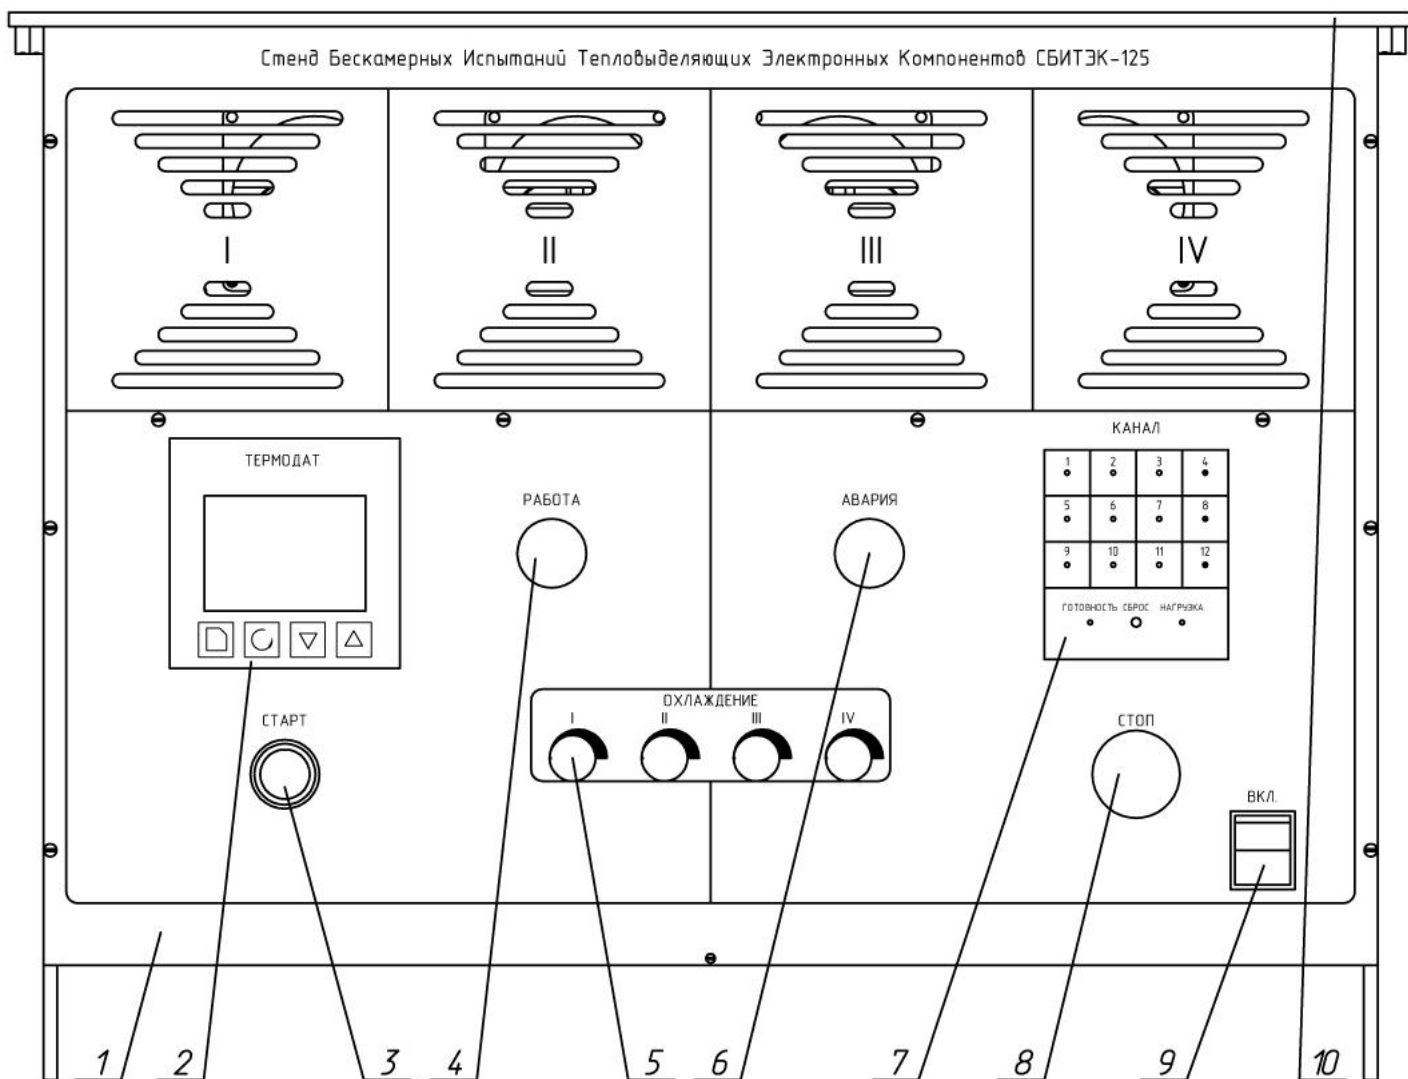
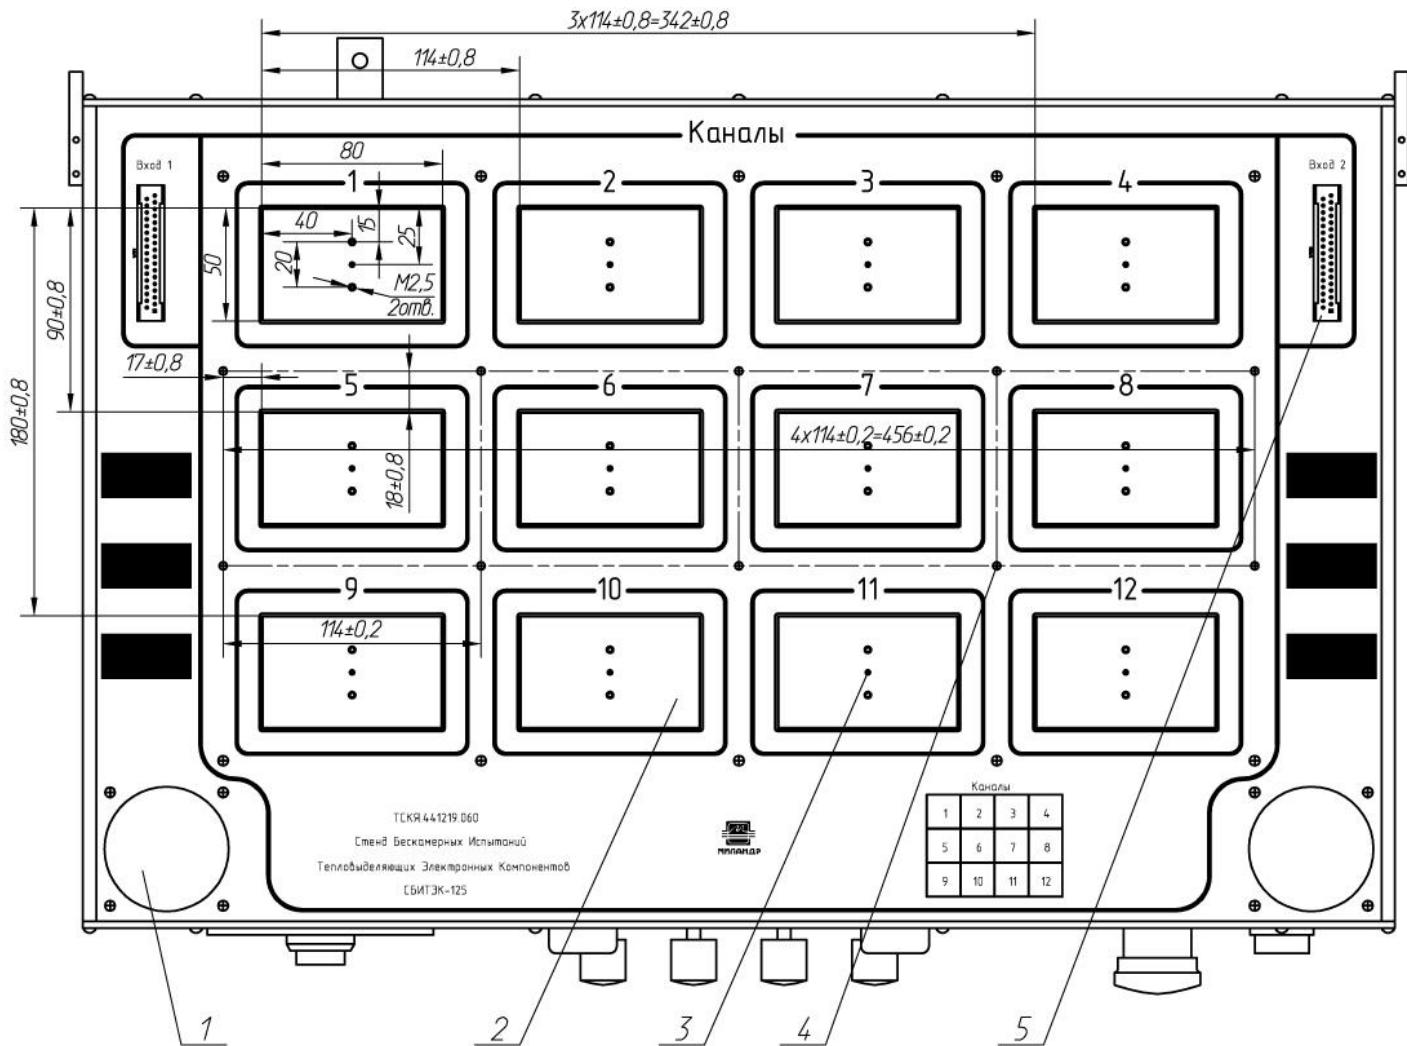
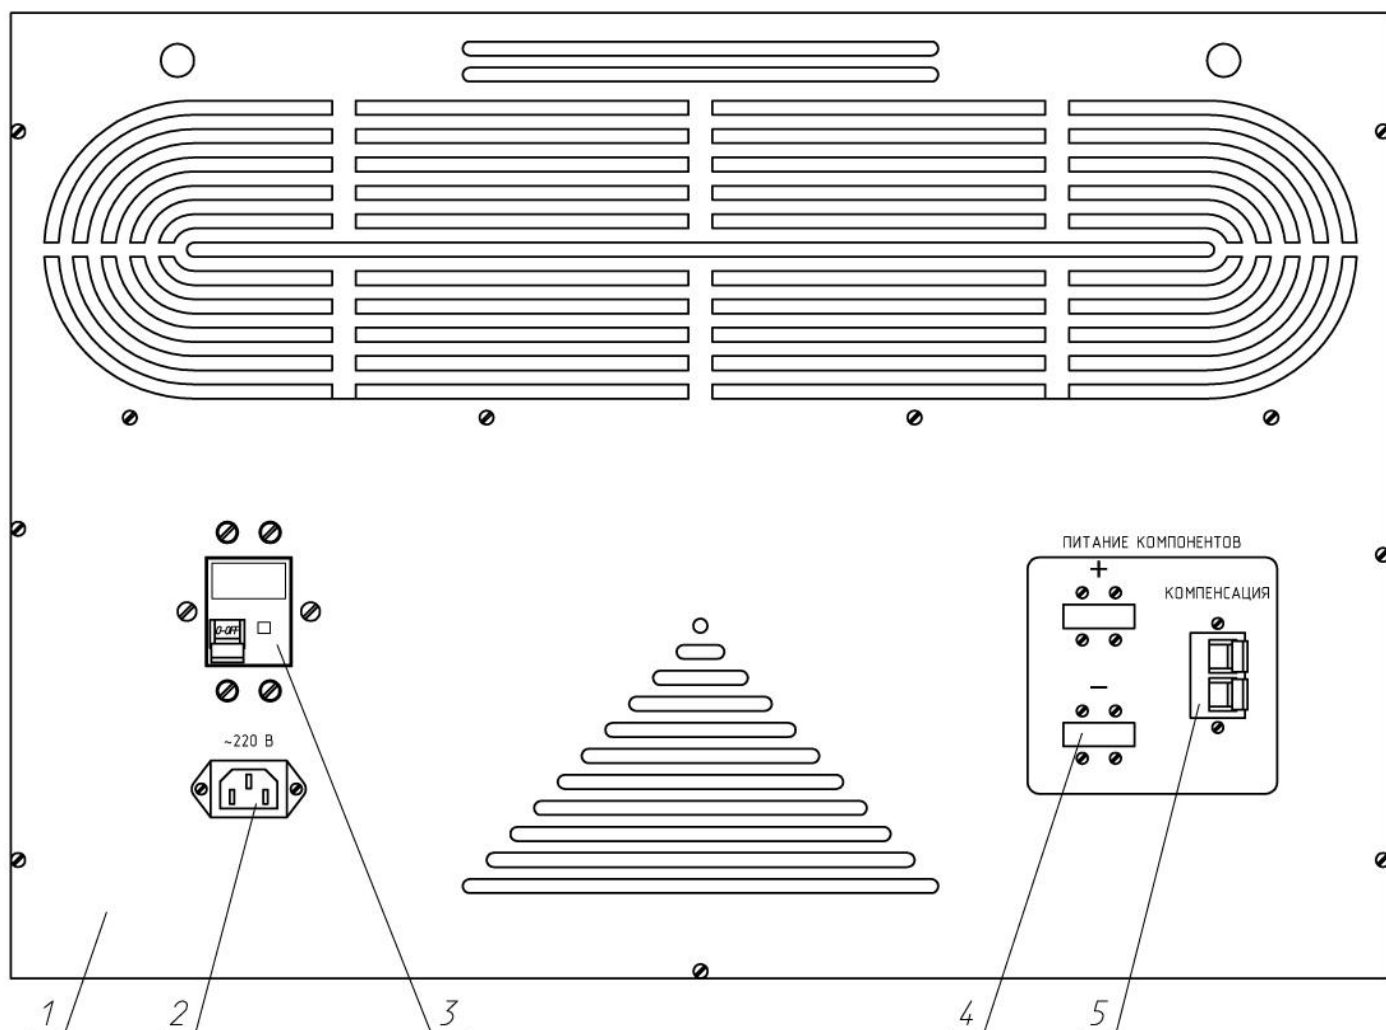

Рис.1. Стенд бескамерных испытаний тепловыделяющих электронных компонентов СБИТЭК-125. Лицевая панель.
Рис.2. Стенд бескамерных испытаний тепловыделяющих электронных компонентов СБИТЭК-125. Область загрузки.
Рис. 3 Стенд бескамерных испытаний тепловыделяющих электронных компонентов СБИТЭК-125. Задняя панель.
На лицевой панели стенда (рис.1) располагаются устройства регулирования, контроля и индикации стенда. Область загрузки (рис.2) представляет собой плоские поверхности рабочих зон соответствующих каналов с резьбовыми отверстиями, предназначенными для закрепления электронных компонентов. Для предотвращения термических ожогов от рабочих зон каналов предусмотрена защитная крышка 10 (рис.1), закрывающая сверху область загрузки. Подключение стенда к электрической сети и питание электронных компонентов осуществляется через соответствующие разъёмы на задней панели устройства (рис.3).
- 1) при подключении стенда к электросети ~220V, включении дифференциального автоматического выключателя рис.3 поз.3 в положение “ON”. Лампа сигнализирует о некорректном включении вилки кабеля ~220В стенда в сеть, рекомендуется перевернуть сетевую вилку в розетке;
- 2) при подключении стенда к электросети ~220V, включении дифференциального автоматического выключателя рис.3 поз.3 в положение “ON” и включении переключателя “ВКЛ” в положение “Г”. Лампа сигнализирует об отсутствии процесса регулирования каналов. Для запуска процесса регулирования необходимо нажать кнопку “СТАРТ”;
4.2.2 На лицевой панели области загрузки установлены два вентилятора (поз. 1), предназначенные для охлаждения верхней крышки. При включении дифференциального автоматического выключателя рис.3 поз.3 в положение “ON” вентиляторы начинают вращаться.
4.4.1 Для управления температурой рабочей зоны канала, каждый канал имеет нагревательные элементы, управляя которыми, происходит процесс регулирования. Процесс регулирования осуществляется по показаниям термопары поз.3 рис.2. Охлаждение каналов происходит естественной конвекцией или с использованием вентиляторов охлаждаемых групп (см. п. 4.1.5 настоящего руководства). Вследствие этого, поддержание заданного температурного режима имеет зависимость от температуры окружающей среды.
4.4.2 Каждый канал стенда имеет аварийную защиты по температуре, значения которой задаётся пользователем в меню «Авария» → «Сигнал А» → «Уставка А» регулятора «Термодат – 25К2». При выходе температуры канала выше значения температуры аварийной защиты происходит отключение всех нагревательных устройств и питания электронных компонентов, загорается соответствующий каналу светодиод в области поз.7 рис.1. Загорается лампа «АВАРИЯ». Нажатие кнопки «СТАРТ» при этом игнорируется до тех пор, пока температура канала не станет ниже температуры срабатывания аварийной защиты. Рекомендованное значение температуры аварийной защиты должно быть на 10 °С выше задаваемой температуры канала.
5.2 Открыть крышку поз.10 рис.1.
5.5 Закрепить электронные компоненты на рабочих зонах каналов поз.2 рис.2, с использованием соответствующих резьбовых отверстий М2,5. Электронные компоненты могут быть установлены на печатную плату. Установку компонентов производить равномерным подтягиванием их к рабочей зоне каналов, прожимая подпружиненный кончик терморпары поз. 3 рис. 2. Перед финишным затягиванием подвигать электронный компонент вдоль плоскости прижатия для обеспечения выхода лишней пасты КПТ-8 из плоскости контакта.
5.7 Закрыть крышку поз.10 рис.1. Убедиться, что крышка полностью прижата и не имеет зазоров (> 1 мм) с лицевой панелью.
5.8 Подключить, соблюдая полярность, внешний источник питания электронных компонентов к соответствующим контактам поз. 4 и 5 рис.3. Установить необходимое значение выходного напряжения и защиту по току.
5.9 Убедиться в подключении сетевого электрического кабеля к розетке и разъёму поз.2 рис.3.
5.10 Перевести переключатель дифференциального автомата поз.3 рис.3 в положение I-ON.
5.11 Перевести переключатель поз.9 рис.1 в положение “Г”.
5.13 В соответствии с руководством пользователя многоканального регулятора температуры «Термодат-25К2» (поз.2 рис.1), задать необходимые значения температуры рабочей зоны и аварийной защиты требуемых каналов.
5.19 Перевести переключатель поз.9 рис.1 в положение «О».
5.20 Перевести переключатель дифференциального автомата поз.3 рис.3 в положение О-OFF.
5.21 Открыть крышку поз.10 рис.1.
5.25 Закрыть крышку поз.10 рис.1.